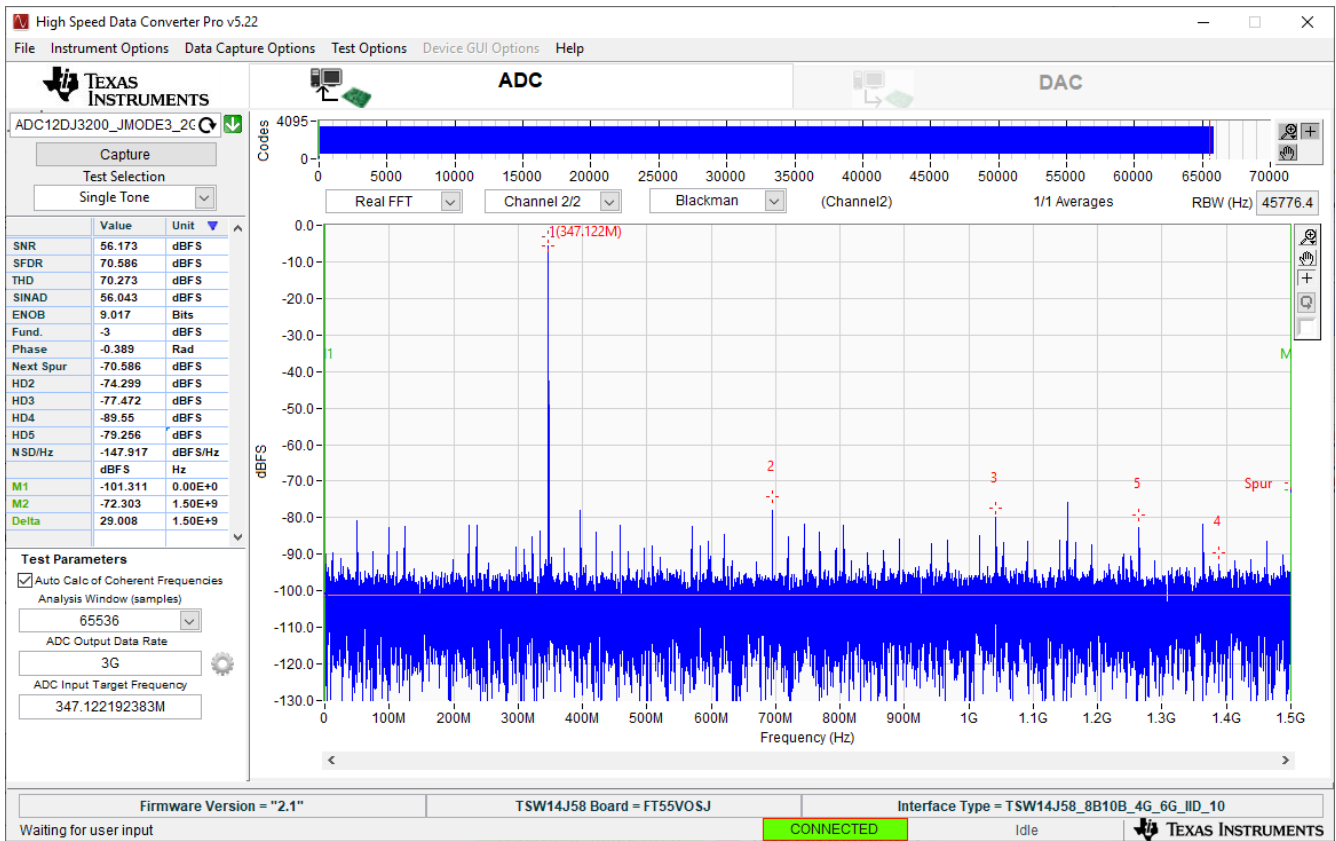

图 6-4. ADC12DJ3200 在 JMODE3 下以 3Gps 采样率和 347MHz 输入信号运行
- 选择要使用的采样点数（以及生成的 FFT 频段数）。图 6-4 中显示的示例具有 65536 个样本。
- 输入 ADC12DJ3200 采样率。图 6-4 中显示的示例将采样率设置为 3Gsp/s。
- 输入所需的输入频率。图 6-4 中显示的示例在 HSDC 专业版 FFT 图上将滤波输入频率设置为 347MHz 和 -3dBFS。
- 观察与图 6-4 类似的 FFT 结果。